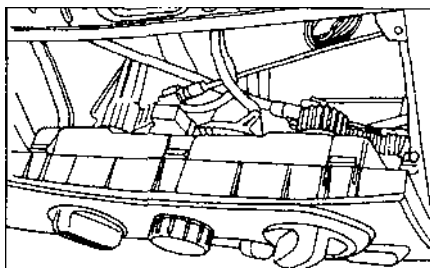

Рис. 9.17.
- Разъединить разъемы органов управления (рис. 9.17).